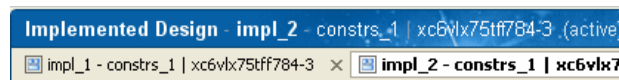

図 11-3： 複数のインプリメント済みデザインのタブ
- 複数のインプリメンテーション run はそれらが PlanAhead から起動されていれば、開くことができます。左上に表示される 図 11-3 のタブをクリックすると、複数のインプリメント済みデザインを切り替えて表示できます。